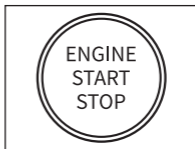

Figura 3.1.5
- Si tu vehículo está equipado con un sistema de arranque sin llave y el interruptor de encendido es un botón de "encendido-parada del motor" (vea la Figura 3.1.5), presione el botón de encendido hasta que el automóvil esté en el modo "ENCENDIDO". No presiones el freno mientras presiona el botón de encendido o arrancará el automóvil en lugar de ponerlo en la posición "ON".